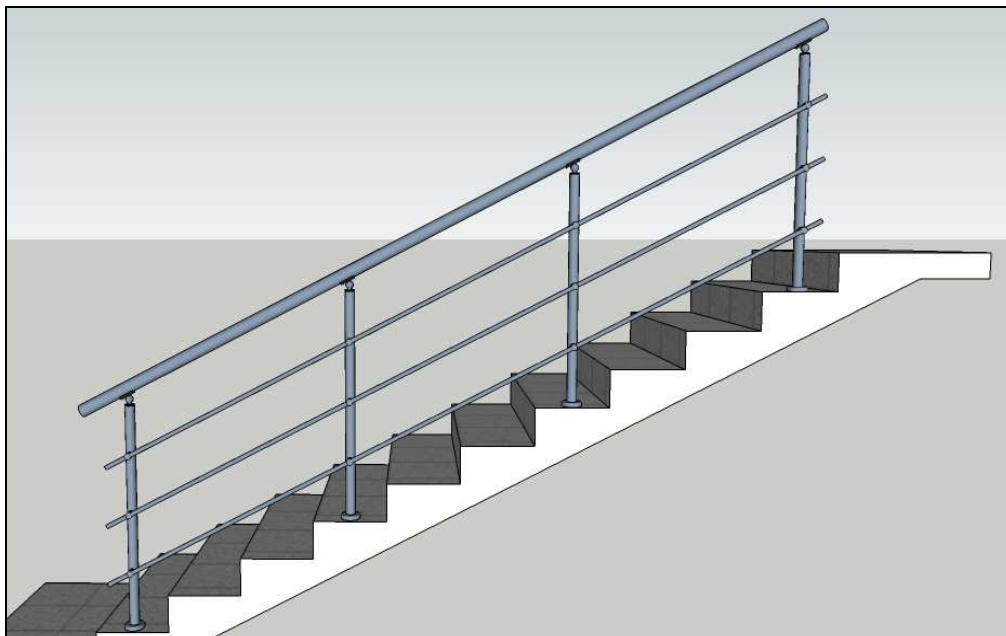

Рис.15
14. Устанавливаем обратно поручень вместе с верхней частью крепления поручня к стойке (рис.15).